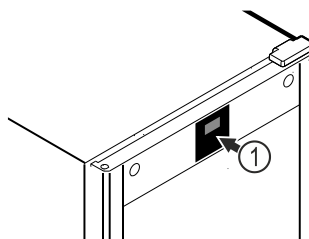

Fig. 51 Beispielhafte Darstellung
Das Thermometer ist werkseitig bereits kalibriert (Offset von +6 Kelvin). Wenn die Innenraumtemperatur von der Temperaturanzeige *Fig. 51 (1)* abweicht, können Sie das Thermometer kalibrieren.